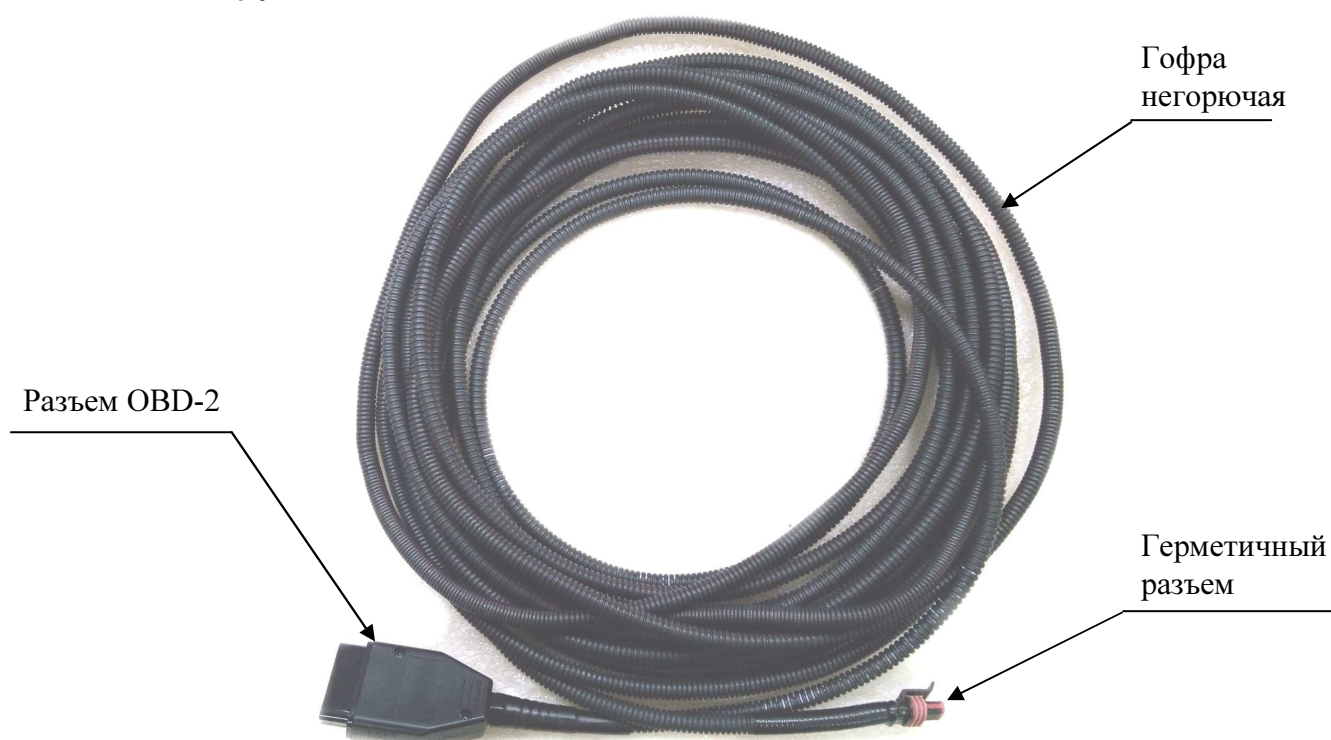

Рисунок 3 – Кабель интерфейсный OBD-2 к диагностическому разъему машины.
**Примечание:** Кабель OBD-2 состоит из двух частей, и стыкуются при помощи герметичного разъема (Рисунок 3). Из корпуса УАП (через гермоввод) выходит кабель длиной - 6 м., он стыкуется со второй частью кабеля длиной – 10 м., который подключается к диагностическому разъему электронного блока управления (ЭБУ) машины.
Кабель OBD-2 (рисунок 3) разделен на две части, для удобства монтажа на мусоровоз и соединяется при помощи разъемов непосредственно при монтаже. Данный кабель осуществляет коммутацию УАП с интерфейсным разъемом OBD-2 мусоровоза. Кабель выполнен из негорючей гофрированной, пластиковой трубки.